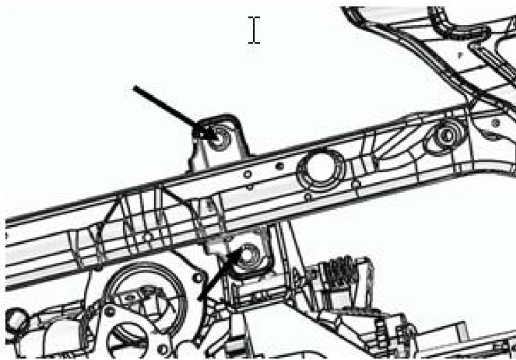

图 2
2.1.2 拆下前悬置安装支座总成与副车架横梁相连接 2 个螺栓（如下图 2 所示）。即可取出发动机前悬置安装支座总成。
2.2.2 将更换后的发动机前悬置安装支座总成按图 2 所示放入安装位置，带上前悬置支座与副车架横梁相连的 2 个螺栓。然后带上前悬置安装支架总成与前悬置安装支座总成相连接的 1 个横穿螺栓和 1 个六角螺母，并打力矩。
2.5.4 将发动机前悬置安装支座与副车架相连的 2 个螺栓打力矩为 85 N.m（如图 2 所示）。